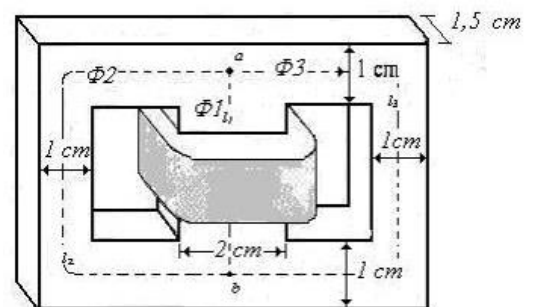

Fig. 5
4.-La Fig. 5 representa el circuito paralelo magnético de *acero colado* de un transformador trifásico y tiene una bobina de 500 vts. Las longitudes medias son $l_2 = l_3 = 10 \text{ cm}$, $l_1 = 4 \text{ cm}$. Halle la corriente en la bobina si $\phi_3 = 0,173 \text{ mWb}$.